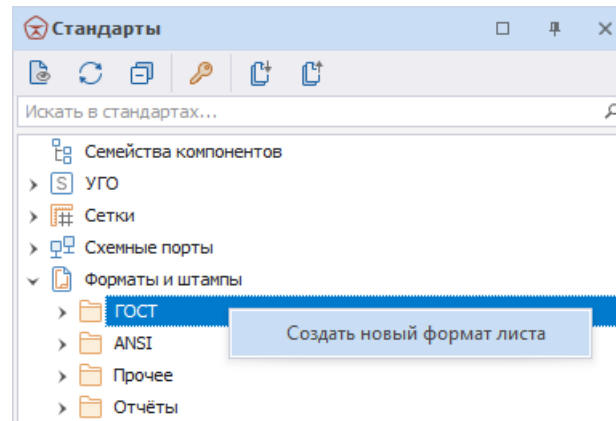

Рис. 63 Создание нового шаблона формата и штампа листа схемы
2. Вызовите контекстное меню с одного из разделов и выберите пункт «Создать новый формат листа», см. Рис. 63.